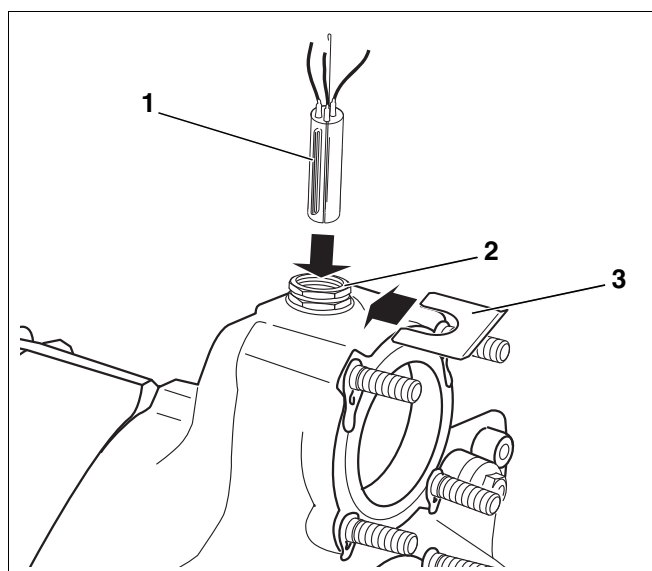

Fig. 45 Montaggio – Fascio sonda
Inserire il fascio sonda collegato all'apparecchio di regolazione (tre sonde, un pezzo di riempimento fig. 45, [1]) nel pozzetto ad immersione R³/₄".
- ▶ Condurre la sonda dei tubi capillari al punto di misurazione della caldaia ed inserire le sonde nel pozzetto ad immersione (fig. 45, [2]) bloccandole con l'arresto di sicurezza (fig. 45, [3]).